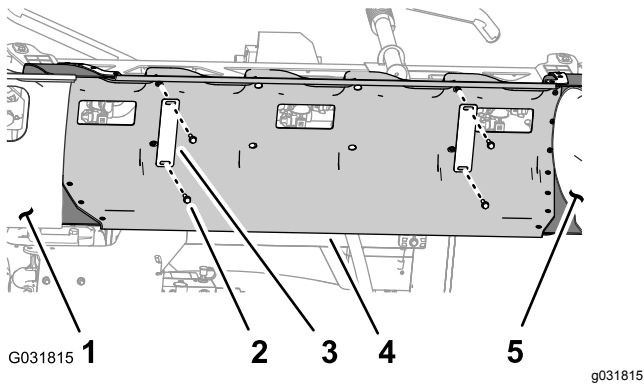

図 25
1. センターセクションカバー11ノズルを支えておいて、このカバーをカバーサポートブラケットに固定しているフランジヘッドボルト5/16 x 1-1/4 インチ4本とカバーストラップ2本を外す 図 25。